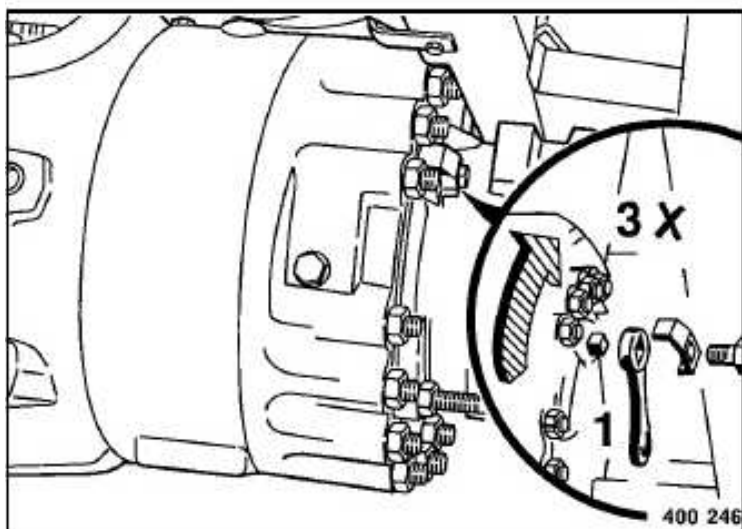

Fig. 164
- Para el ajuste de la distancia, hay que girar el cuadrado 1 (Fig. 164) tres vueltas hacia atrás en el sentido de las agujas del reloj.